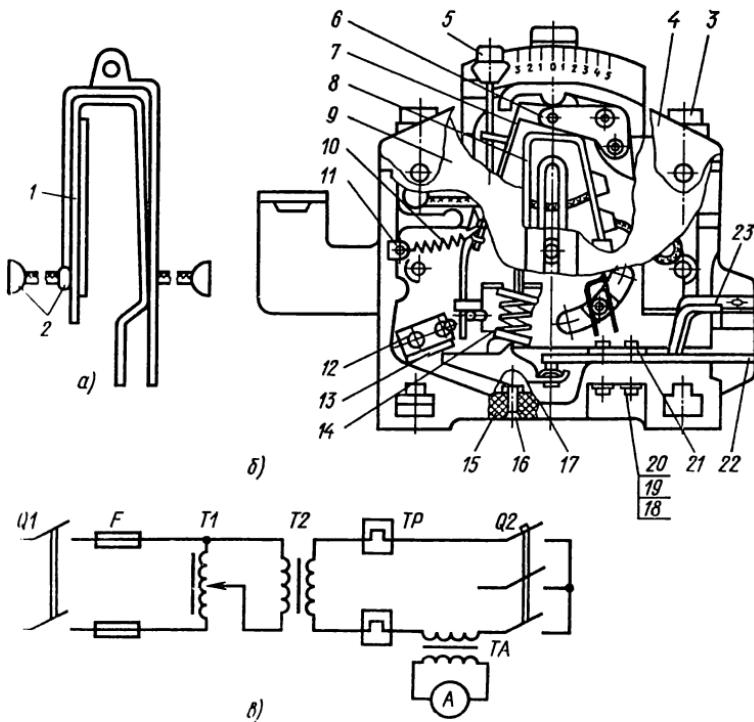

Рис. 23. Термовое реле ТРП:
**Тепловое реле (вторичное прямого действия) РТП, встроенное в магнитный пускатель** (рис. 23, а, б, в). Проверку тепловых расцепителей ТР выполняют по схеме рис. 23, в.
Разборку реле (рис. 23, б) производят в такой последовательности. Отвинтить винты 3, снять шайбы, крышку 4 и нагреватель 9. Вынуть из корпуса две планки. Снять пружину 10, ушко 11 и кнопку 5. Снять пружину 15 и венец 13, 14. Вынуть ось 16, вывернуть винт, снять скобу и контактный мостик 17. Вывинтить четыре винта 18, снять шайбы 19, 20, планку 22 и контактные пластины 21, 23. Вывинтить винты, снять упор 12, вынуть ось 6, снять термоэлемент 8 в сборе и охладитель 7.
Термоэлемент (рис. 23, а) заменяют новым, если выгорел или деформировался термобиметалл 1, оборвались жгуты провода 2 в местах приварки.